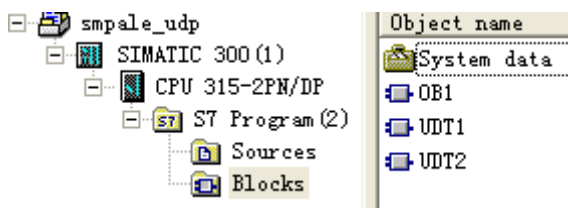

图 2.1.22
(10)、当以上的操作都配置完成后，直接点击下一步到结束。结束后，在 SIMATIC Manager 中会出现 UDT1 和 UDT2 块。如图 2.1.22 所示。